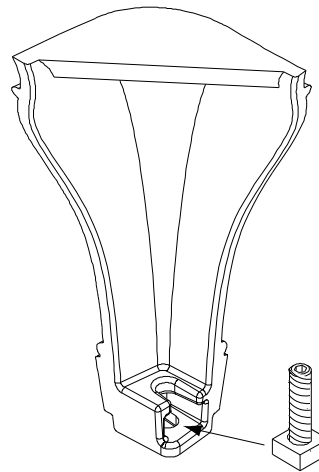

Figure 25.3
9. Glissez les assemblages de boulons/écrous Allen dans les fentes de deux des pieds, les écrous vers le bas (**Figure 25.3 et 25.4**).